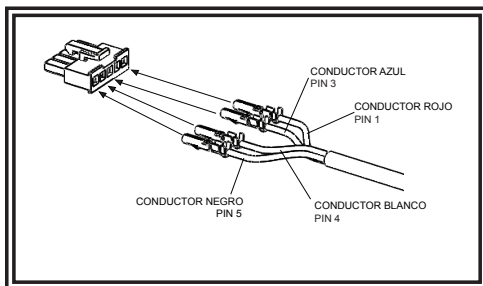

FIGURA 4
4. Gire el acople de los pines lado arriba e inserte los pines en el conector como se muestra en la Figura 4.